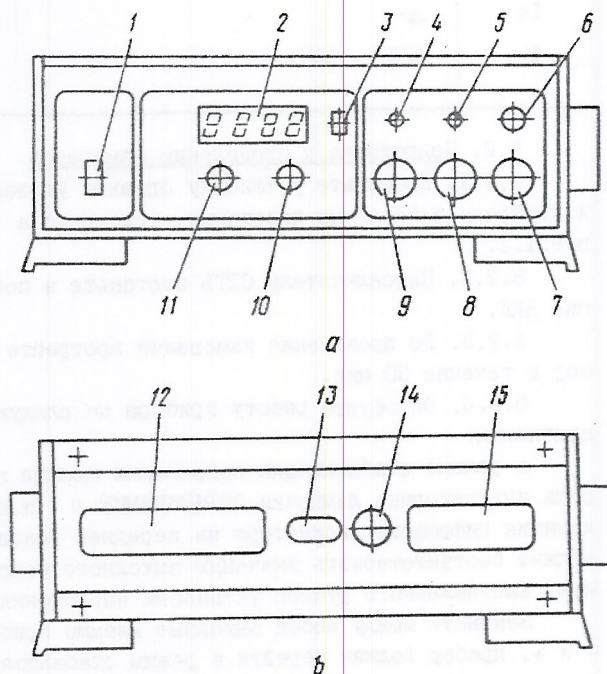

Рис. 5. Внешний вид источника питания:
8.1.1. Органы управления и подсоединительные разъемы расположены на передней и задней панелях прибора (рис.5).